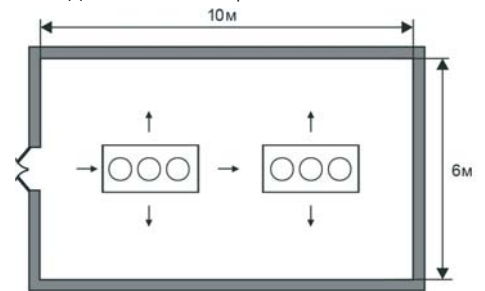

Рис. 5.3
3. Исходя из габаритов камеры и качественного воздухообмена необходимо два воздухоохладителя (Рис. 5.3);